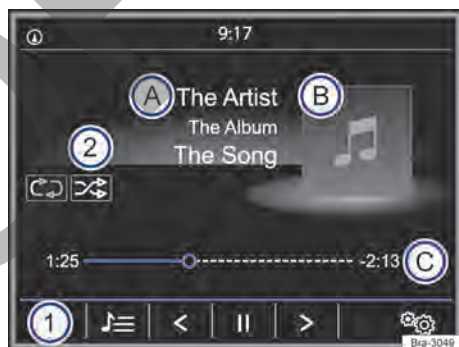

Fig. 146 Menú principal MEDIA.
- Presionar la tecla de la radio **MEDIA** para abrir el menú principal **MEDIA** → **fig. 146**.
Las fuentes de medios que se reproducen actualmente se exhiben en el botón de función en la parte inferior izquierda → fig. 146 ①.
- **O**: en el menú principal *MEDIA* pulsar el botón de función → fig. 146 ① y seleccionar la fuente de medios deseada.